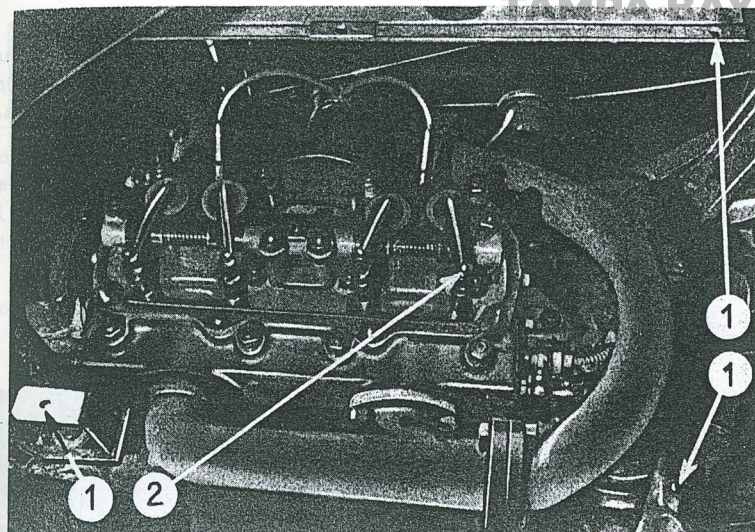

Fig. 34
Pour opérer un réglage du jeu des basculeurs par les vis (2), enlever les flasques pare-boue fixés par 5 attaches à baïonnette (1) et les couvre-basculeurs (voir fig. 34).